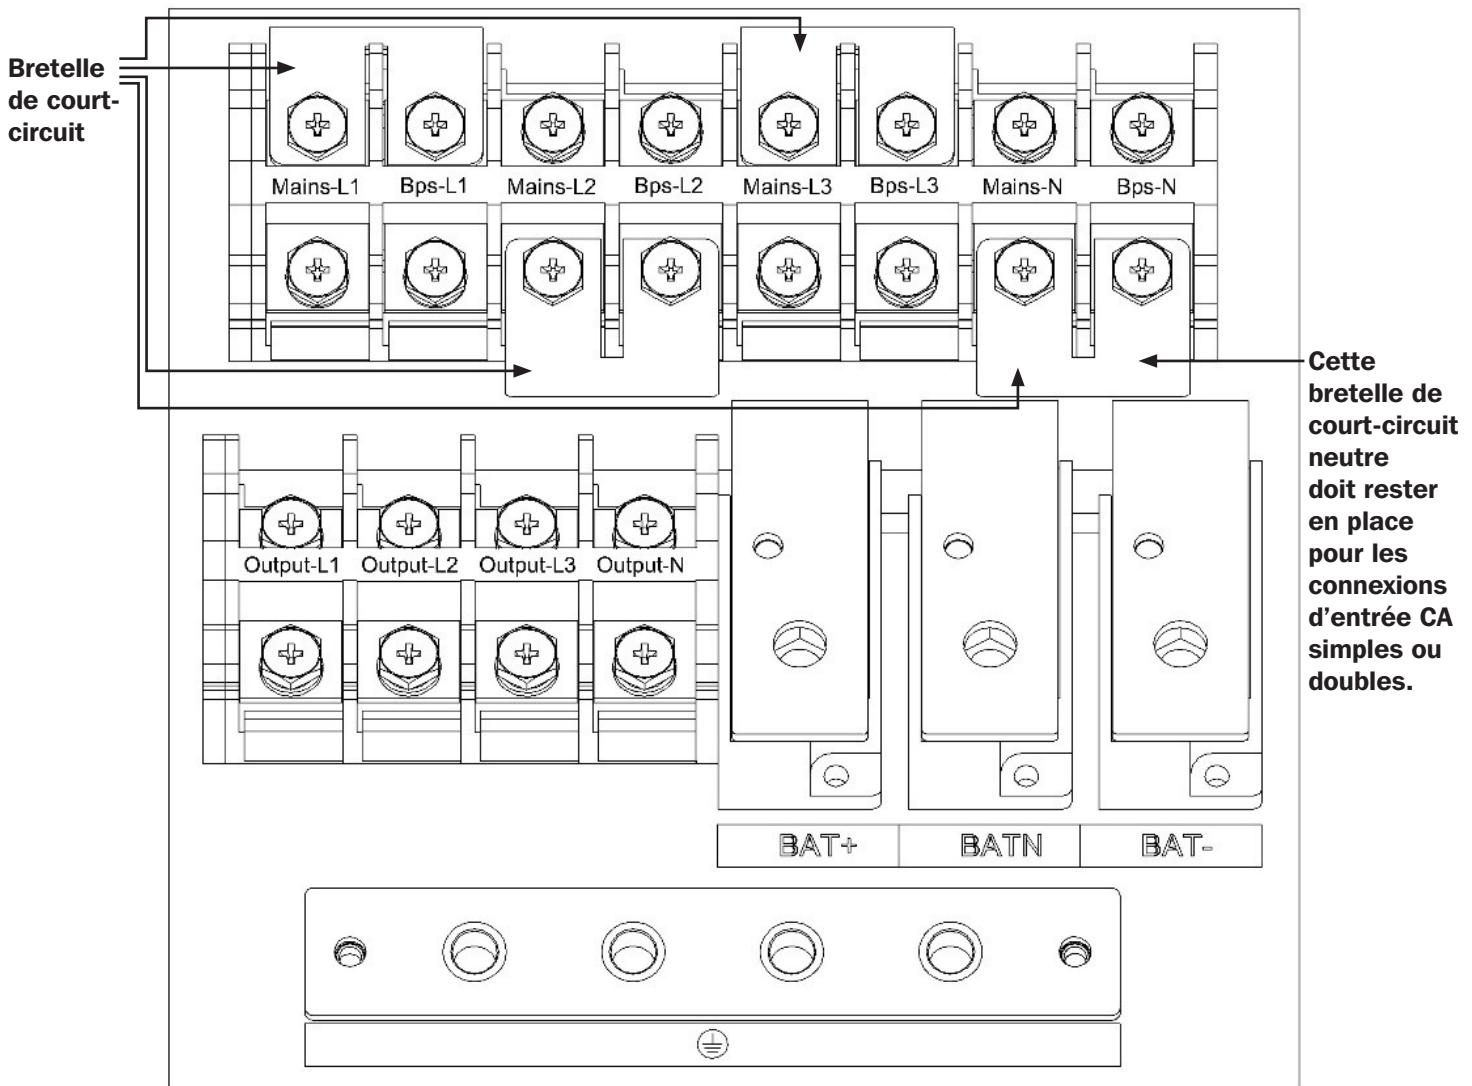

Figure 3-10 : connexion d'entrée simple, modèles S3M25K et S3M30K
**Remarque :** L'onduleur est configuré en mode d'entrée simple par défaut comme illustré à la Figure 3-10. Retirer les bretelles de court-circuit pour une utilisation en mode d'entrée double.